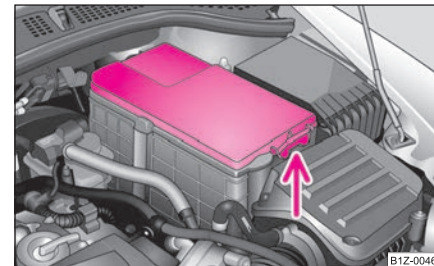

Fig. 201 Compartimento motor: Batería
- Presionar el enclavamiento en el lado de la cubierta de batería ⇒ fig. 201, levantar la cubierta y sacarla.